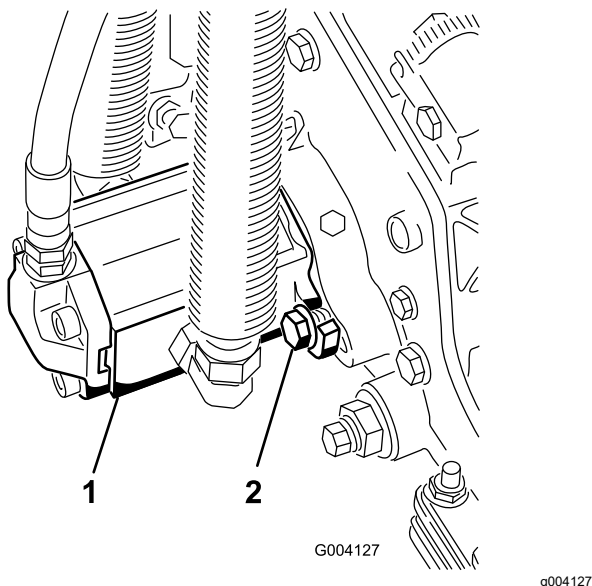

Figure 32
3. Montez le moteur en le tournant dans le sens horaire jusqu'à ce que les brides passent les boulons (Figure 32).